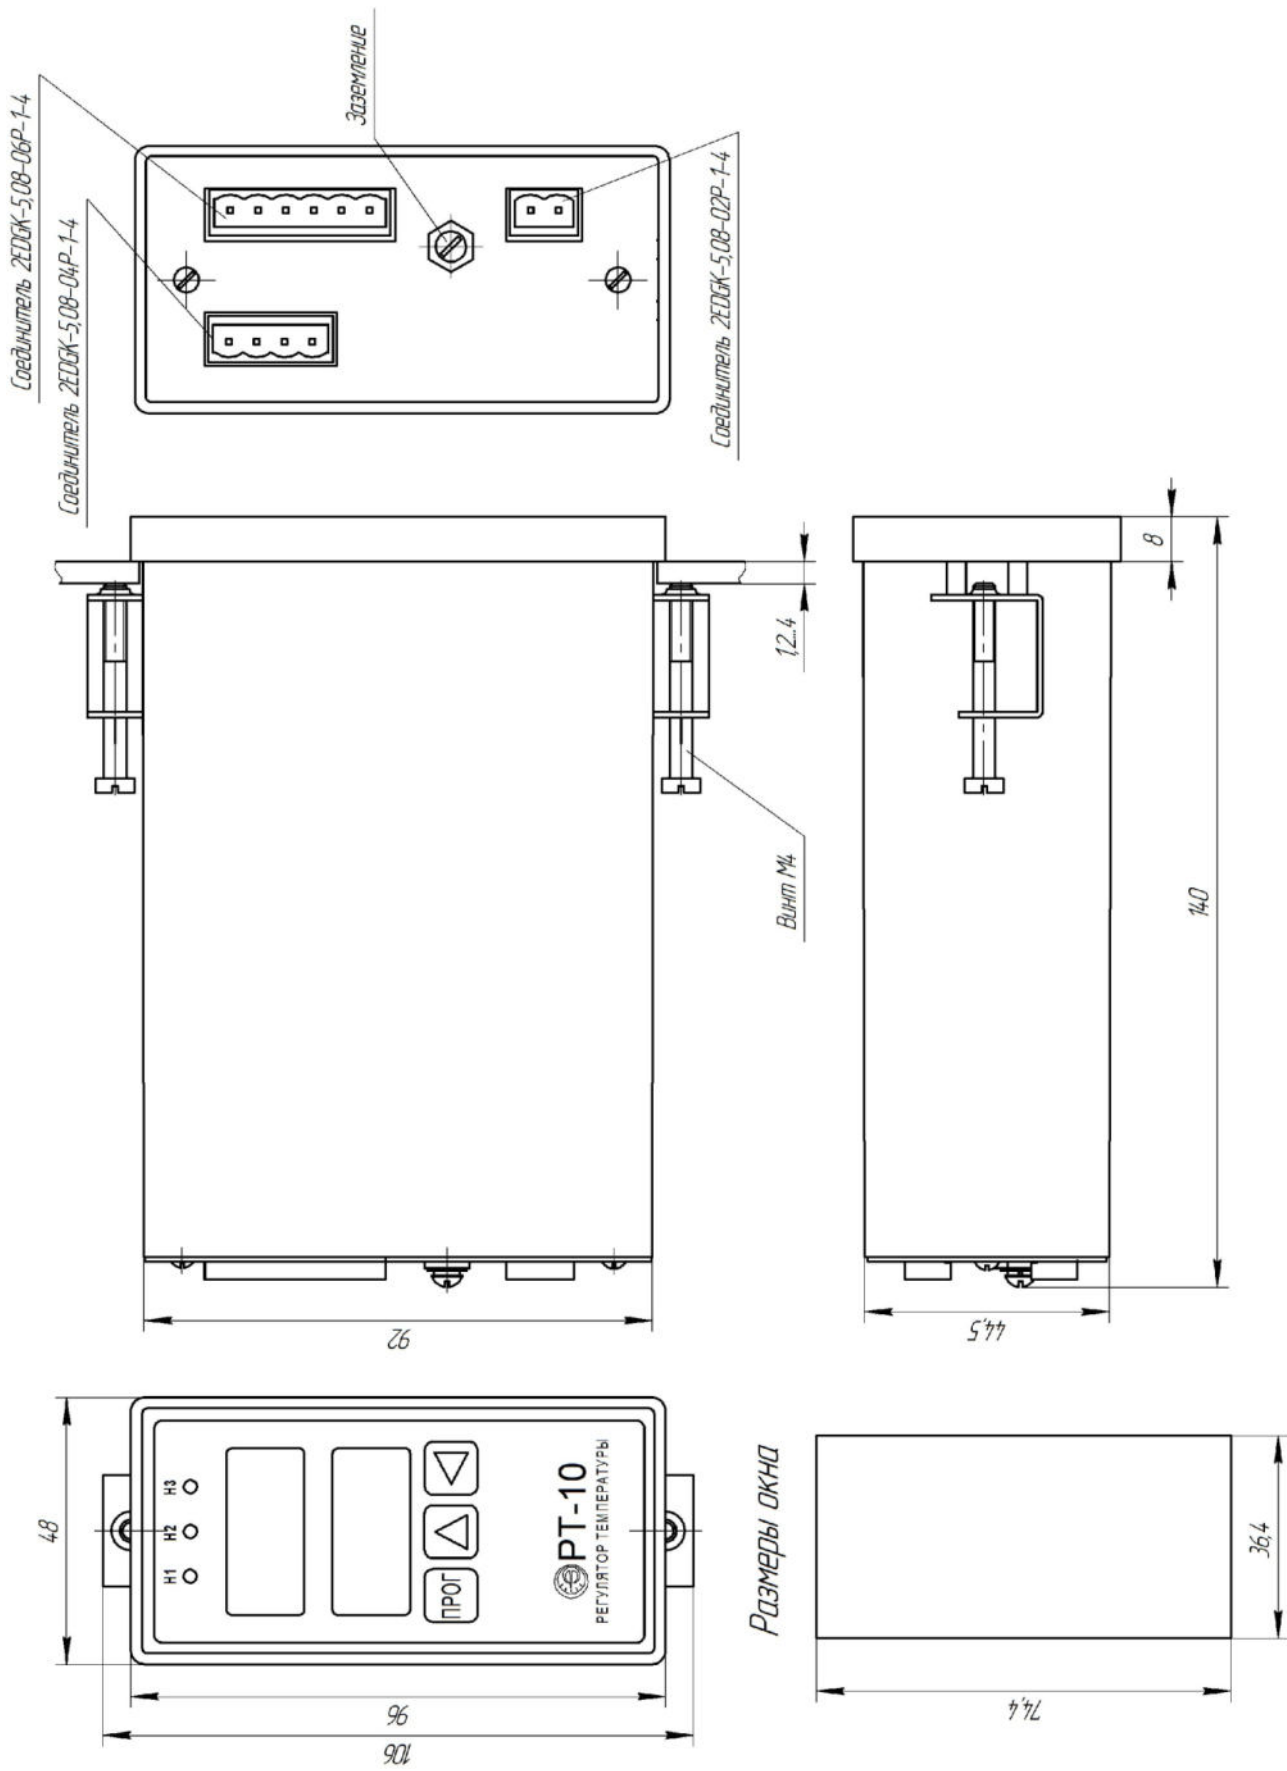

Рисунок 4 – Габаритные и установочные размеры регулятора
3.6.1.1 Регулятор предназначен для крепления в окне щита (см. рисунок 4)